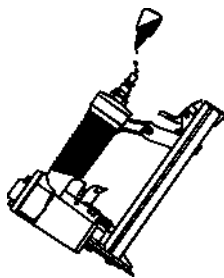

Fig. 3
1. Tryck ned låset för att frigöra det rörliga magasinet och dra ut magasinet helt, se fig. 3.